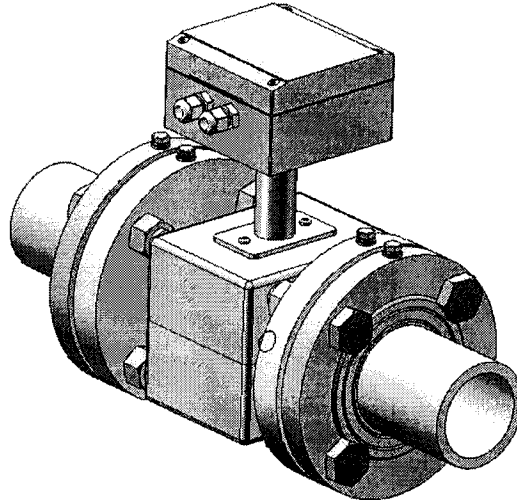

Рисунок 6 – Примеры монтажа ЭМР
4.3.1 Расходомер устанавливается (рис.6) между двумя фланцами (ГОСТ 12820) приваренными к прямолинейным участкам трубопровода (угол между осью трубопровода и плоскостью фланца составляет $90 \pm 1^\circ$). Расходомер устанавливается в соответствии со стрелкой указывающей направление потока жидкости.